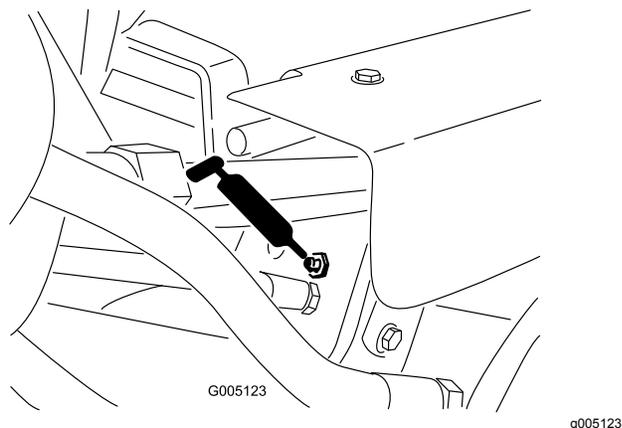

Рисунок 34
- Подъемные цилиндры (3 шт.) (Рисунок 34)